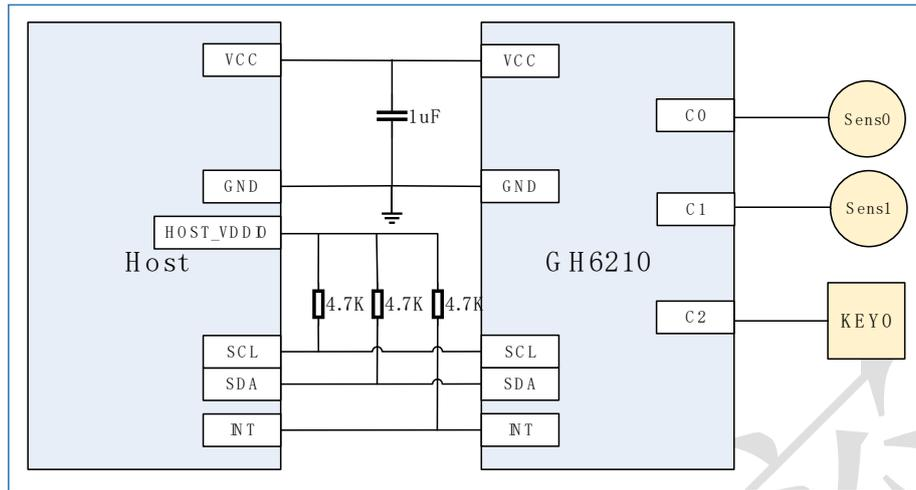

图 6-5 耳机佩戴检测典型应用系统框图二
- 图 6-5 典型应用框图二：C0、C1 为检测通道；C2 为按键通道。